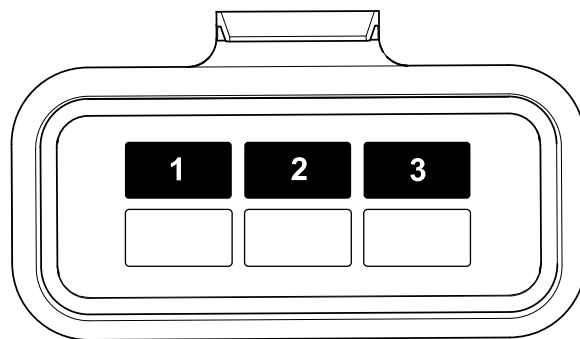

Figure 36
3. Vérifiez les fusibles dans le porte-fusibles (Figure 36).